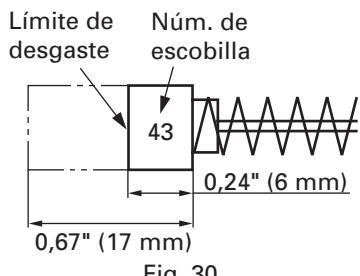

Fig. 30
### 4. Inspeccionar los escobillas de carbón (Fig. 30)
**NOTA:** Utilice las escobillas HITACHI Núm. 43 indicadas en la Fig. 30.